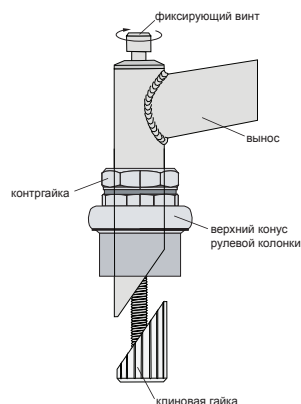

рис. 7
- 3.2.5. Убедитесь, что все сборочные единицы рулевой колонки собраны правильно и стоят на своих местах (рис. 7).